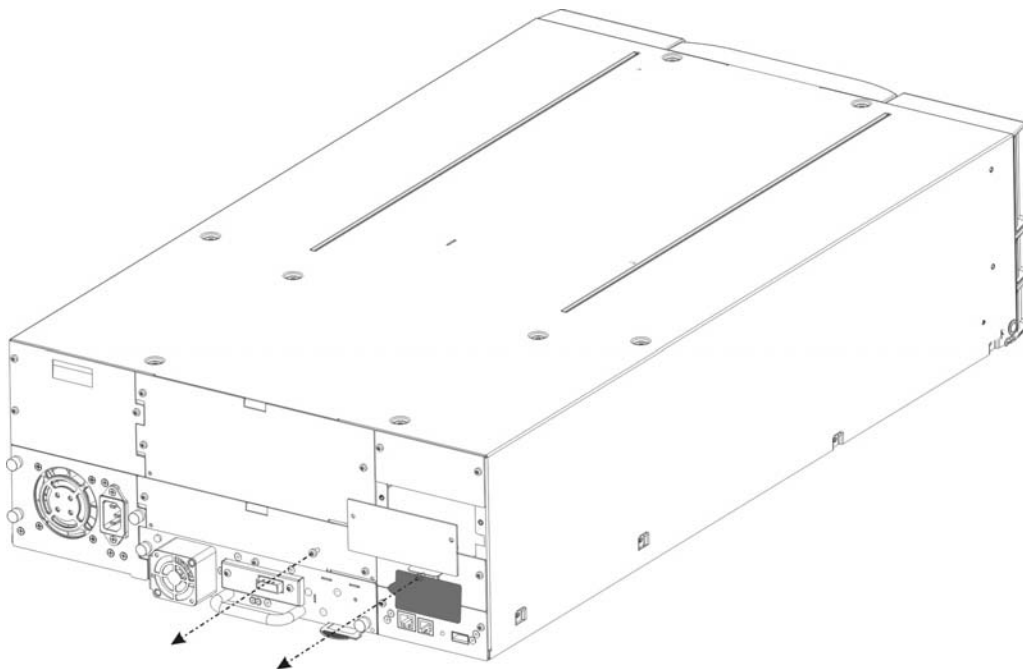

图 7 取下 PowerVault TL4000 上的空白板
- 取下库后面的空白板 ( 参见图 7 ， 需使用 3 号 Phillips 螺丝刀 ) 。